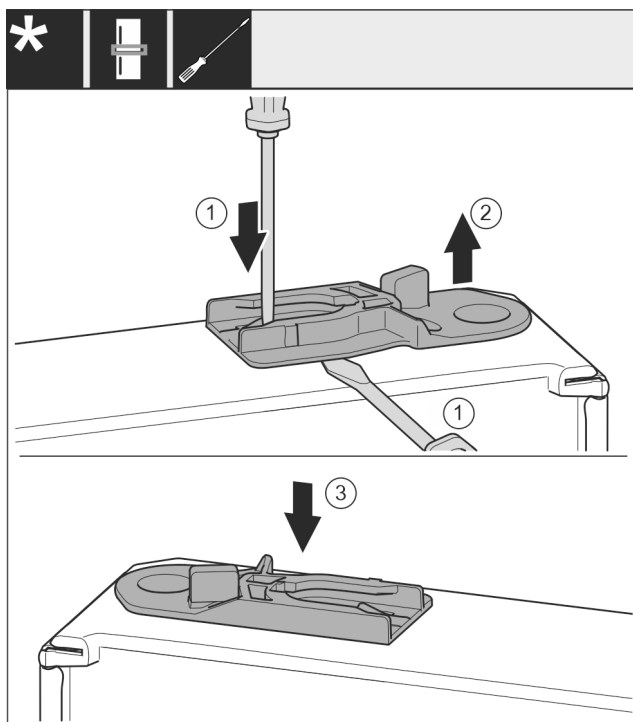

Fig. 34
- ▶ Húzza ki a vezetőhüvelyt: Nyomja a fedőlemezt Fig. 34 (1) lapos csavarhúzóval, és közben nyúljon lapos csavarhúzóval a vezetőhüvely Fig. 34 (2) alá.
- ▶ Tolja be a kiszállított csomagban található vezetőhüvelyt Fig. 34 (3) a ház másik oldalára.